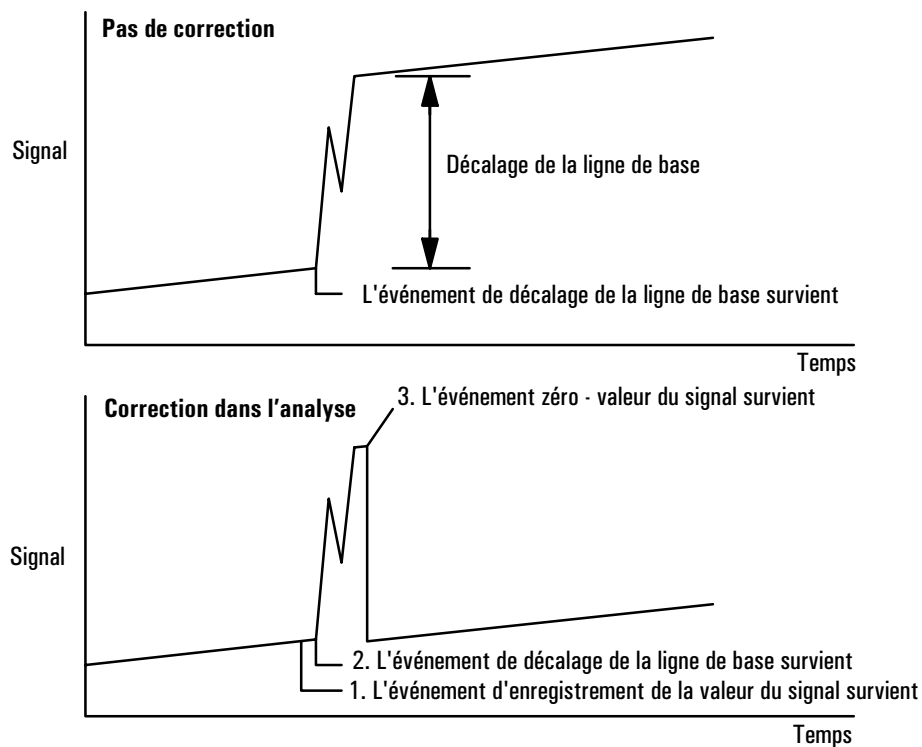

Figure 2. Correction des décalages de la ligne de base
- *Zéro - valeur du signal* — cet événement décale la ligne de base perturbée en retranchant la valeur enregistrée par un événement "enregistrement de la valeur du signal" de toutes les valeurs futures du signal. Lorsque ces deux événements encadrent une action de décalage de la ligne de base, ils ont pour effet de ramener la ligne de base au niveau précédent. L'événement d'enregistrement doit se produire avant le décalage de la ligne de base et l'événement zéro - valeur doit se produire après la stabilisation de la ligne de base au niveau décalé. Consultez la section Figure 2.